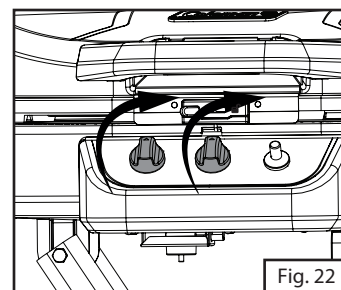

Fig. 22
1. Avant de fixer la bonbonne de propane, assurez-vous que les deux boutons de commande sont bien fermés. (Fig. 22)